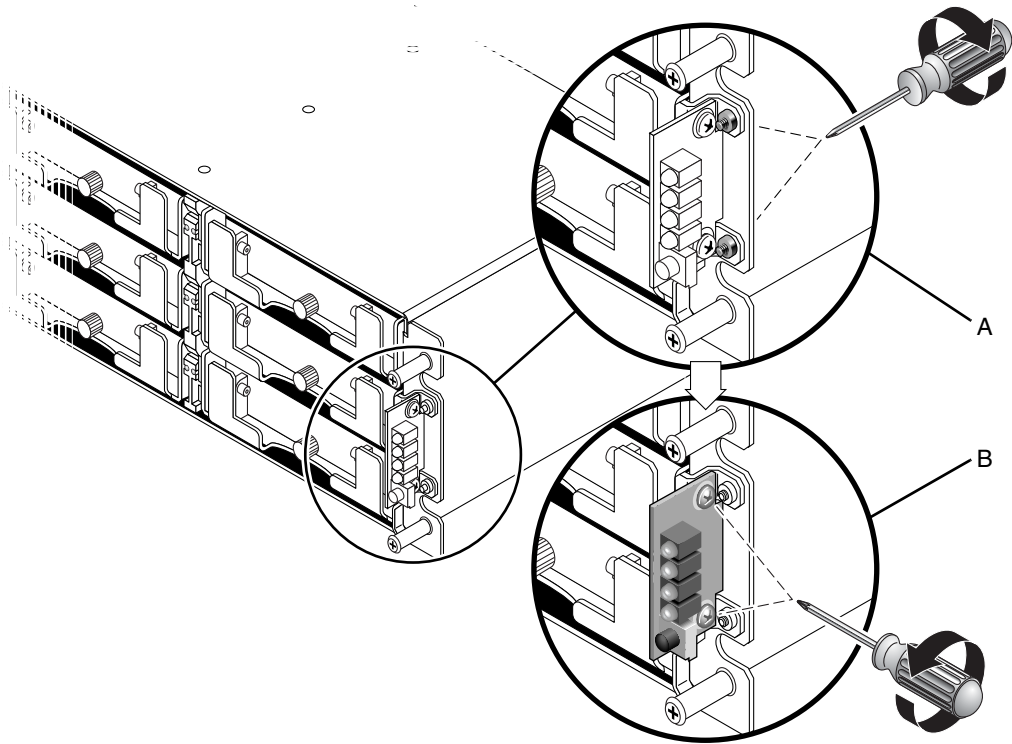

图 5-2 从机架上拆除 LED 指示灯模块
1. 拆除将 LED 指示灯模块固定到支架的两个截锥头螺丝（如图 5-2 中 B 所示）。
注 - 如果支架螺钉（如图 5-2 中的 A 所示）阻隔了 LED 指示灯模块螺钉（如图 5-2 中 B 所示），则必须将机架从机箱（如果是机架装配阵列）中或所在位置（如果是台式阵列）拆除，以便拆除支架螺钉。两颗 #4-40 x 1/4-英寸的平头螺钉用于替换支架螺钉（拆除时会毁损）。有关从台式阵列拆除盖板的详细信息，请参见第 2-12 页，第 2.4 节，“添加或拆除台式盖”。
5. 如果已将平头螺丝（如图 5-2 中 A 所示）拆除，则重新将机架边缘的螺丝连接至支架。